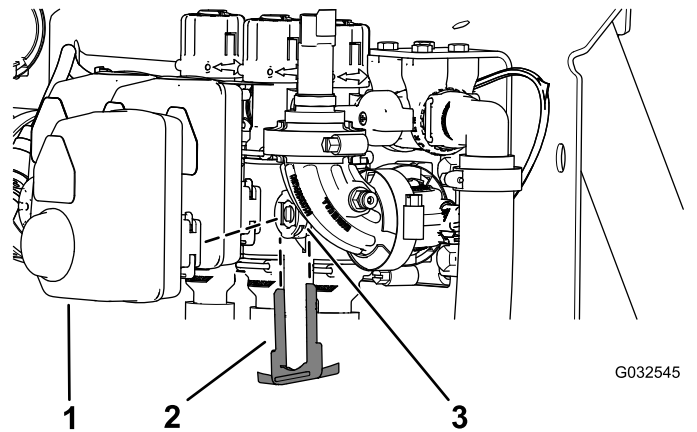

Bild 117
2. Entfernen Sie den Halter, mit dem der Aktuator am Verteilterventil für das Abschnittventil oder das Rührwerkventil befestigt ist (Bild 117).